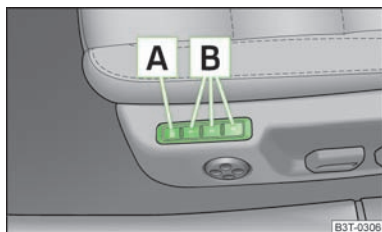

Fig. 56
Memoria pentru scaun oferă posibilitatea memorării individuale a poziției scaunului șoferului și a oglinzilor exterioare. Fiecareia din cele trei taste de memorie » fig. 56 i se poate alocă o poziție de reglaj a scaunului, adică în total trei.
- > Apăsăți tasta » fig. 56.
- **Apăsare scurtă Memory:** apăsați scurt tasta de memorare dorită **B** » fig. 56. Scaunul și oglinzile exterioare vor adopta automat poziția memorată (acest lucru este valabil numai pentru situația când contactul este pus și viteza este mai mică de 5 km/h).